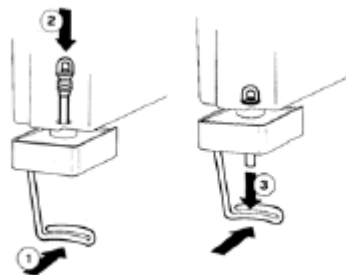

рис. 4
2. **Кран с резиновой прокладкой:** нажмите (1) на рукоятку управления краном и установите (2) резиновую прокладку в контейнер. Возьмитесь за нижний конец прокладки и тяните ее книзу (3) до тех пор, пока она не встанет на место (см. рис. 4).